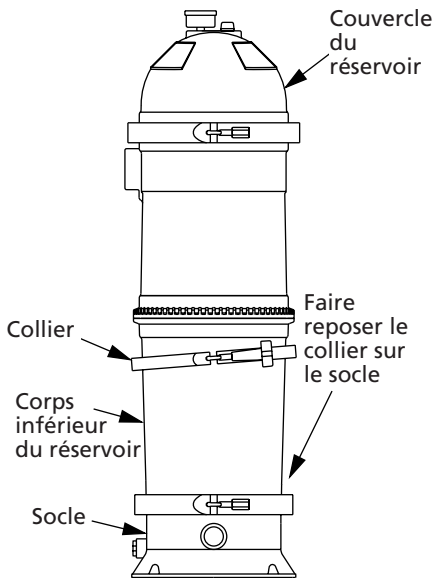

Figure 5A – 4RK12
- Déposer la fixation du collier comme il est indiqué aux Figures 5A et 5B.
- Desserrer le collier indiqué (voir la Figure 5). Déposer le collier en le levant droit au-dessus du réservoir ou en le laissant tomber sur le socle du filtre (voir les Figures 5A, 5B, 6 et 7 ci-dessous).